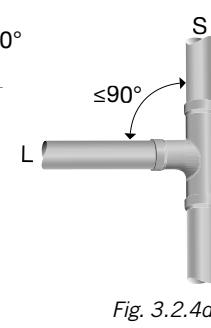

Fig. 3.2.4d.
- Liggande ledning (L) ska anslutas till stående ledning (S) med grenrör med vinkel $\alpha \leq 90^\circ$. Se fig. 3.2.4d.
- Liggande ledningar (L) som ska anslutas från motsatt håll till samma stående ledning (S) med dubbelgrenrör ska anslutas med vinkel $\alpha \leq 70^\circ$.